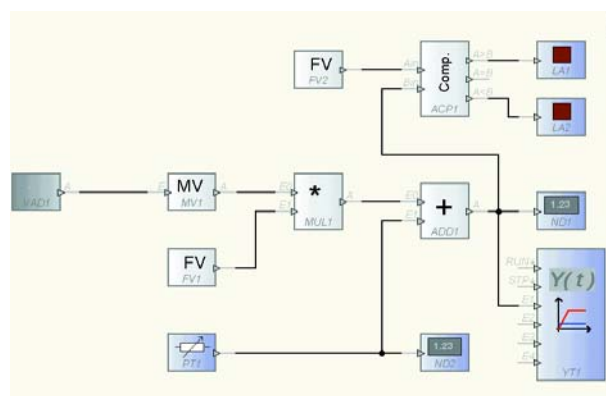

Figure 6. Structure du circuit dans l'exemple d'application.
- Il faut maintenant compléter le circuit dans Profilab-Expert conformément au cahier des charges (**figure 6**). La moyenne (MW1) du signal d'entrée numérisé par la carte est tout d'abord calculée pour stabiliser la valeur de mesure. Elle est ensuite mise à l'échelle en la multipliant par une constante (FW1) au moyen d'un multiplicateur (MULT1). Le signal mis à l'échelle passe ensuite par un additionneur qui permet d'effectuer le calibrage. Le potentiomètre PT1 ajoute à la valeur de mesure mise à l'échelle un décalage (*offset*) positif ou négatif permettant d'ajuster la tension de mesure. ND2 affiche la valeur du décalage sur le panneau frontal de l'application. Les paramètres d'ajustement du décalage et de son affichage peuvent être configurés grâce au dialogue des propriétés des éléments du panneau frontal. La valeur du signal à la sortie de l'additionneur (température mesurée \pm offset) est indiquée par l'afficheur numérique ND1 et enregistrée en fonction du temps par le traceur Y(t). Le signal de mesure est envoyé en même temps à un comparateur. Ce dernier commute 2 lampes de signalisation en fonction de la constante prédéfinie FW2, indiquant ainsi le dépassement vers le haut ou vers le bas du seuil de température. La valeur fixe FW2 représente donc le seuil de commutation désiré.